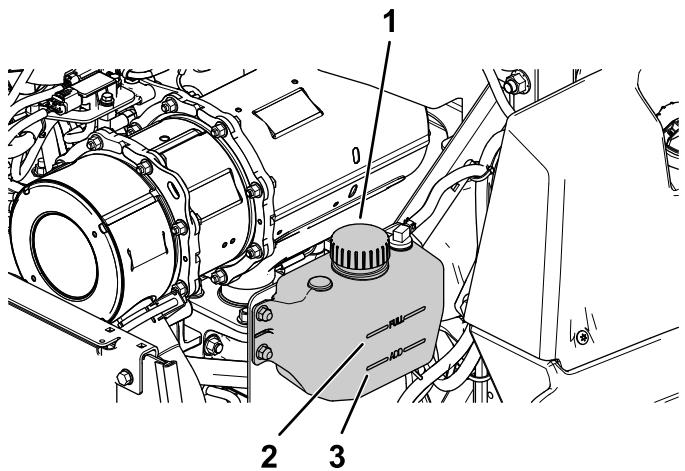

Figure 58
2. Vérifiez le niveau du liquide de refroidissement dans le vase d'expansion (Figure 58).
- 3. Si le niveau du liquide de refroidissement est trop bas, enlevez le bouchon du vase d'expansion et faites l'appoint de liquide spécifié (Figure 58).